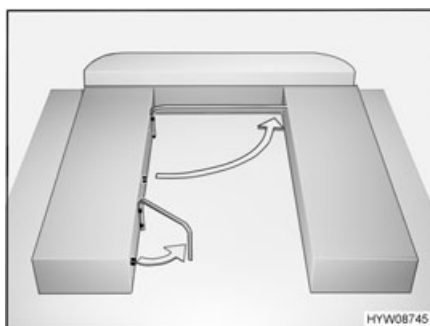

Fig. 56 Preparazione per la trasformazione dei letti
- Sganciare la staffa di supporto del vano sedile sinistro e ruotarla di circa 45° come illustrato nella Fig. 56.